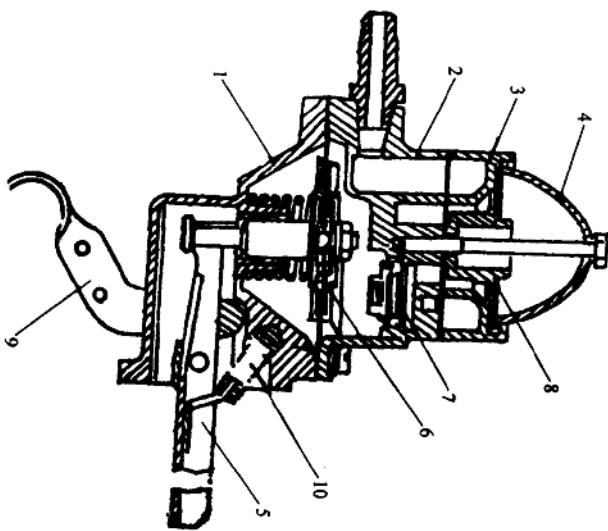

图 1-17 罗马尼亚阿罗 240 型汽油泵
(7) (图 1-17) 为罗马尼亚阿罗 (ARO) 240 型汽车汽油泵。膜片式、由凸轮轴的凸轮经过摇臂机构驱动。